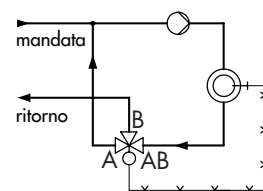

Fig. 3 · Posizionamento del regolatore della temperatura
2.1 Montaggio della valvola (Fig. 3)
Rispettare rigorosamente le entrate e l'uscita dagli attacchi A, B e AB secondo la fig. 3.